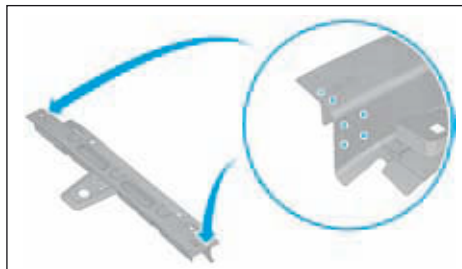

FIG.143
- Tracer puis percer au Ø 6,5 mm la traverse arrière du pavillon pour soudage ultérieur par points bouchons (Fig.143).